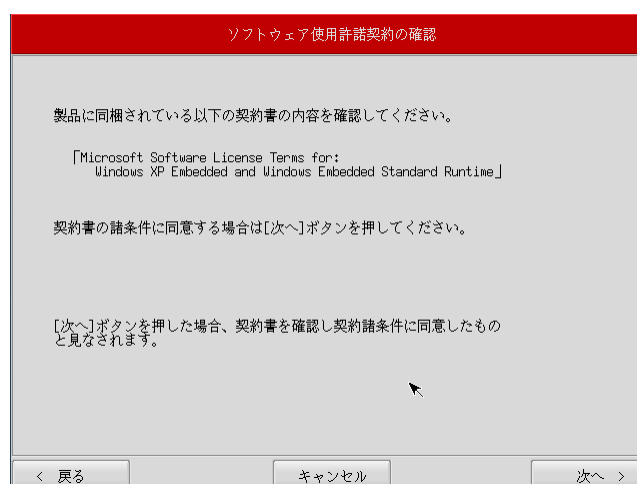

図 6-2-3. ソフトウェア使用許諾契約確認画面
- ⑦ ソフトウェア使用許諾契約確認画面（図 6-2-3）が表示されます。使用許諾契約を確認し、使用許諾契約の諸条件に同意できる場合は[次へ]ボタンを押します。